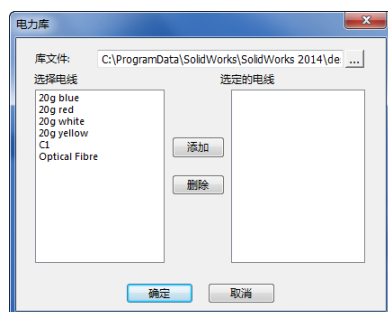

图 18-11 “电力库”对话框
② 在“编辑电线”属性管理器中单击“添加电线”按钮，系统弹出“电力库”对话框，如图 18-11 所示。在“选择电线”栏中双击“20g blue”，将 20g blue 添加到“选定的